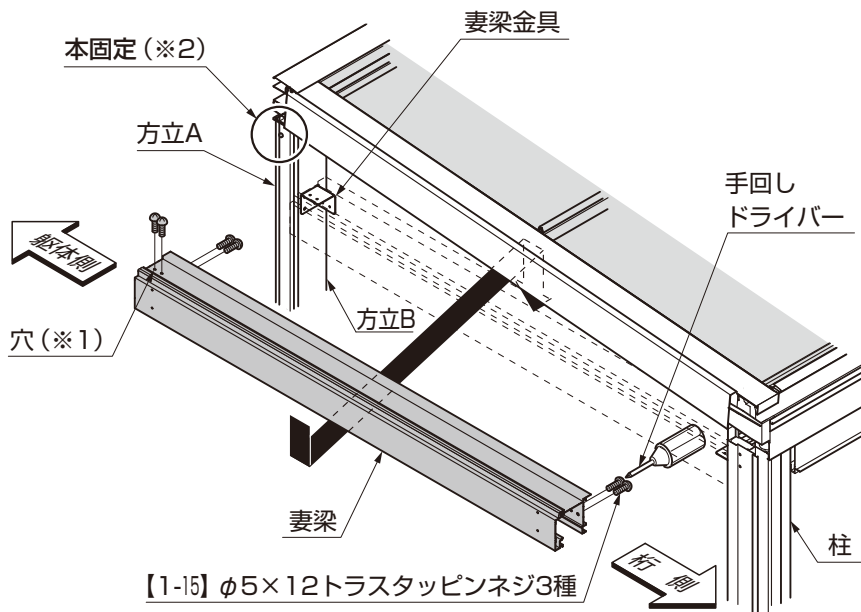

図12-3
- 妻梁には左右があり、妻梁上面に穴加工がある方を躯体側にしてください。(※1) (図12-3参照)
- 【1-15】を取付ける際は手回しドライバーで取付けてください。電動ドライバーで作業すると、ネジが金具にうまく取付かない場合があります。(図12-3参照)
② 方立AとBの固定穴の一番上のネジを本固定してください。(※2) (図12-3参照)